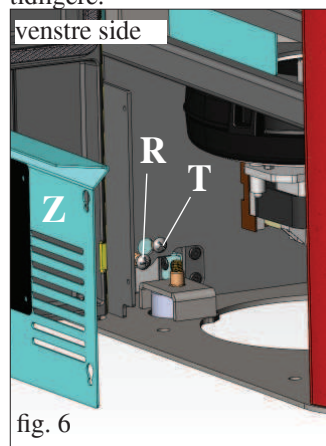

fig. 6
Montér samlingsdelen med det medfølgende spændebånd på røgspiralens munding (D - fig. 6).
Fjern membranen, der er skåret på forhånd, fra metalpladesiden så røgudledningsrøret (medfølger ikke) kan passere (fig. 6).
Tjek den lodrette justering af de keramiske sidepaneler (C) og foretag de nødvendige justeringer ved hjælp af skruerne i toppen (V - fig. 5) og inde i brændeovnen ved hjælp af skruerne (R - fig. 6/7)
NB: Før du gør dette, skal du afmontere det galvaniserede panel (Z - fig 6/7) på begge sider og skrue skruerne (T - fig 6/7) ud.